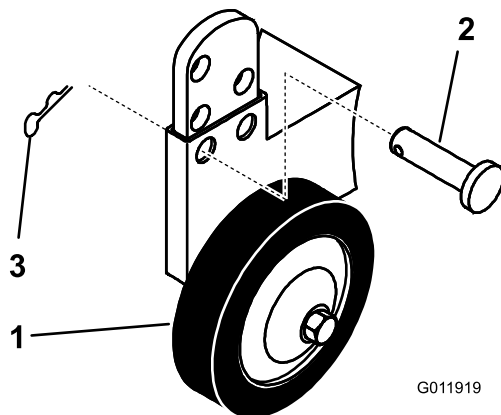

Figura 23
- A. Retire el pasador y la chaveta para cambiar de taladro Figura 23).
- B. Seleccione una posición de taladro en la cual la rueda niveladora esté separada del suelo 10 mm para la altura de corte a utilizar (Figura 23).